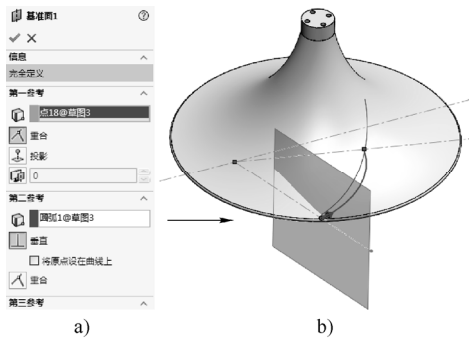

图 5-87 创建基准面操作
STEP 3 单击“特征”工具栏中的“基准面”按钮，以经过“草图 3”的一个端点，且垂直于“草图 3”中圆弧的方式，创建一基准面，如图 5-87 所示。